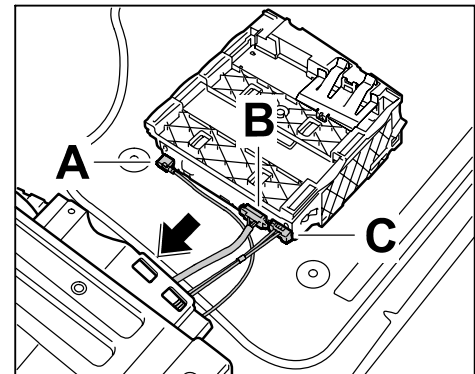

Bild 32
10.3.1 Stecker von Antenne $\Rightarrow$ Bild 32 -A-, Stecker $\Rightarrow$ Bild 32 -B- und Stecker von Lichtwellenleiterring $\Rightarrow$ Bild 32 -C- in das DVD-Navigationslaufwerk stecken.
10.3.2 Halter DVD-Navigationslaufwerk in Sitzgestell einschieben $\Rightarrow$ Bild 32 -Pfeil- bis dieser spürbar einrastet.